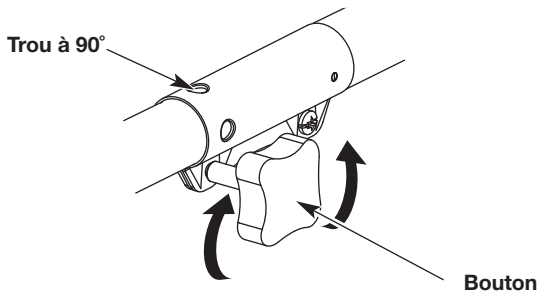

Fig. 1
1. Desserrez le bouton en le tournant dans le sens inverse des aiguilles d'une montre (Fig. 1).
3. Serrez le bouton en le tournant dans le sens des aiguilles d'une montre (Fig. 1).
ATTENTION : Avant d'utiliser cet appareil, assurez-vous que le bouton-ressort est bien enclenché dans le trou à 90°, et que le bouton (Fig. 1) est bien serré. Utiliser le mauvais trou pourrait causer des blessures personnelles ou endommager l'appareil.